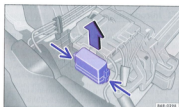

Fig. 165 Dans le compartiment-moteur, côté avant gauche ; cache de boîte à fusibles.
- Comprimez les touches de verrouillage pour déverrouiller le cache de la boîte à fusibles ⇒ fig. 165 (flèches).